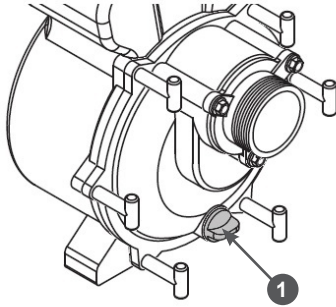

Рис. 18. Расположение пробки отверстия для слива воды из корпуса насоса
7. Открутите сливную пробку 1 и слейте воду из корпуса насоса. Пробка отверстия для слива воды из корпуса насоса находится в нижней части насоса под впускным (всасывающим) фланцем (Рис. 18).